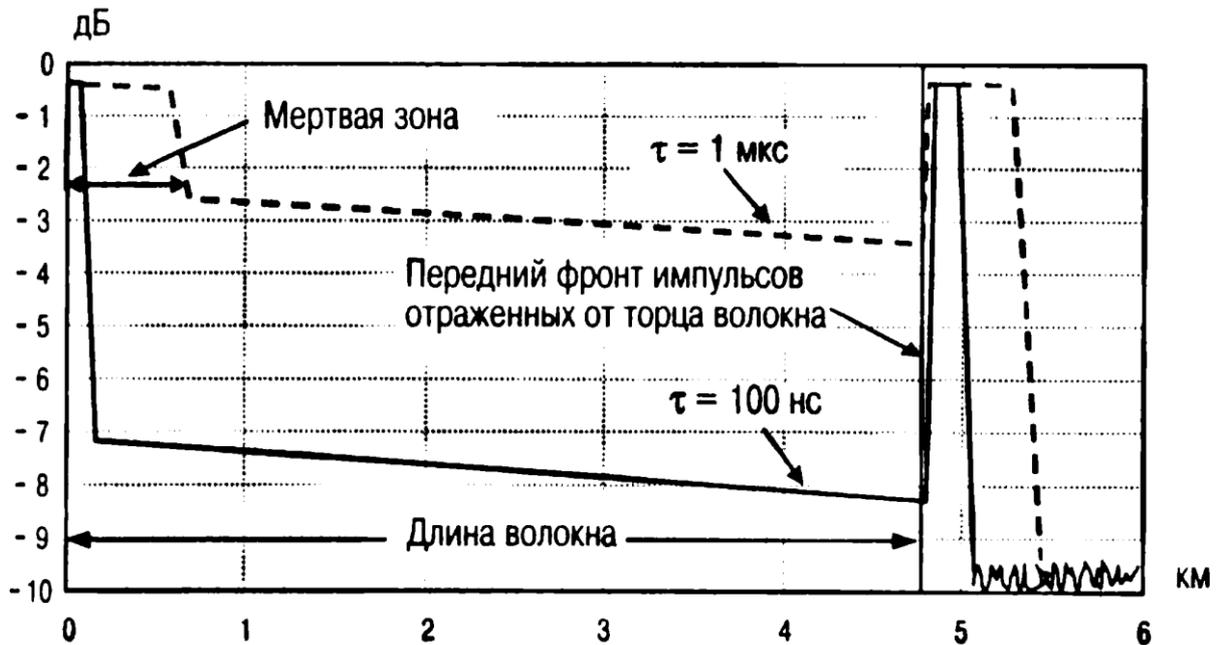

Рис. 2.1 Измерение длины волокна по сигналу отражения от конца волокна
Для OTDR характерно то, что точность измерения расстояния практически не зависит от длительности (T) зондирующих импульсов, которая может меняться в широких пределах (от 2 нс до 20 мкс). Обусловлено это тем, что положение неоднородности на рефлектограмме определяется по переднему фронту импульса, как это показано на рис.2.1.
На рис.2.1 представлены рефлектограммы отрезка волокна длиной около 5 км с погонными потерями порядка 0.2дБ/км на $\lambda=1550$ нм. Рефлектограммы измерены при двух значениях длительности импульса 100 нс (сплошная линия) и 1 мкс (пунктирная линия). Рефлектограммы представляют собой прямые линии (с углом наклона ~ 0.2 дБ/км) и с всплесками сигнала в начале и в конце линии. Эти всплески сигнала вызваны отражением импульсов света от оптического разъема рефлектометра и от торца волокна и представляют собой по существу осциллограммы отраженных импульсов. Причем передний фронт отраженных импульсов отображается ближе к началу рефлектограммы, так как он приходит на фотоприемник раньше, чем его задний фронт.
Длина волокна находится по расстоянию между передними фронтами импульсов, отраженных от оптического разъема рефлектометра и от заднего торца волокна. Это расстояние, как видно из рис.2.1, не зависит от ширины импульса. Точность, с которой определяется положение начала и конца волокна тем выше, чем больше крутизна переднего фронта импульса.